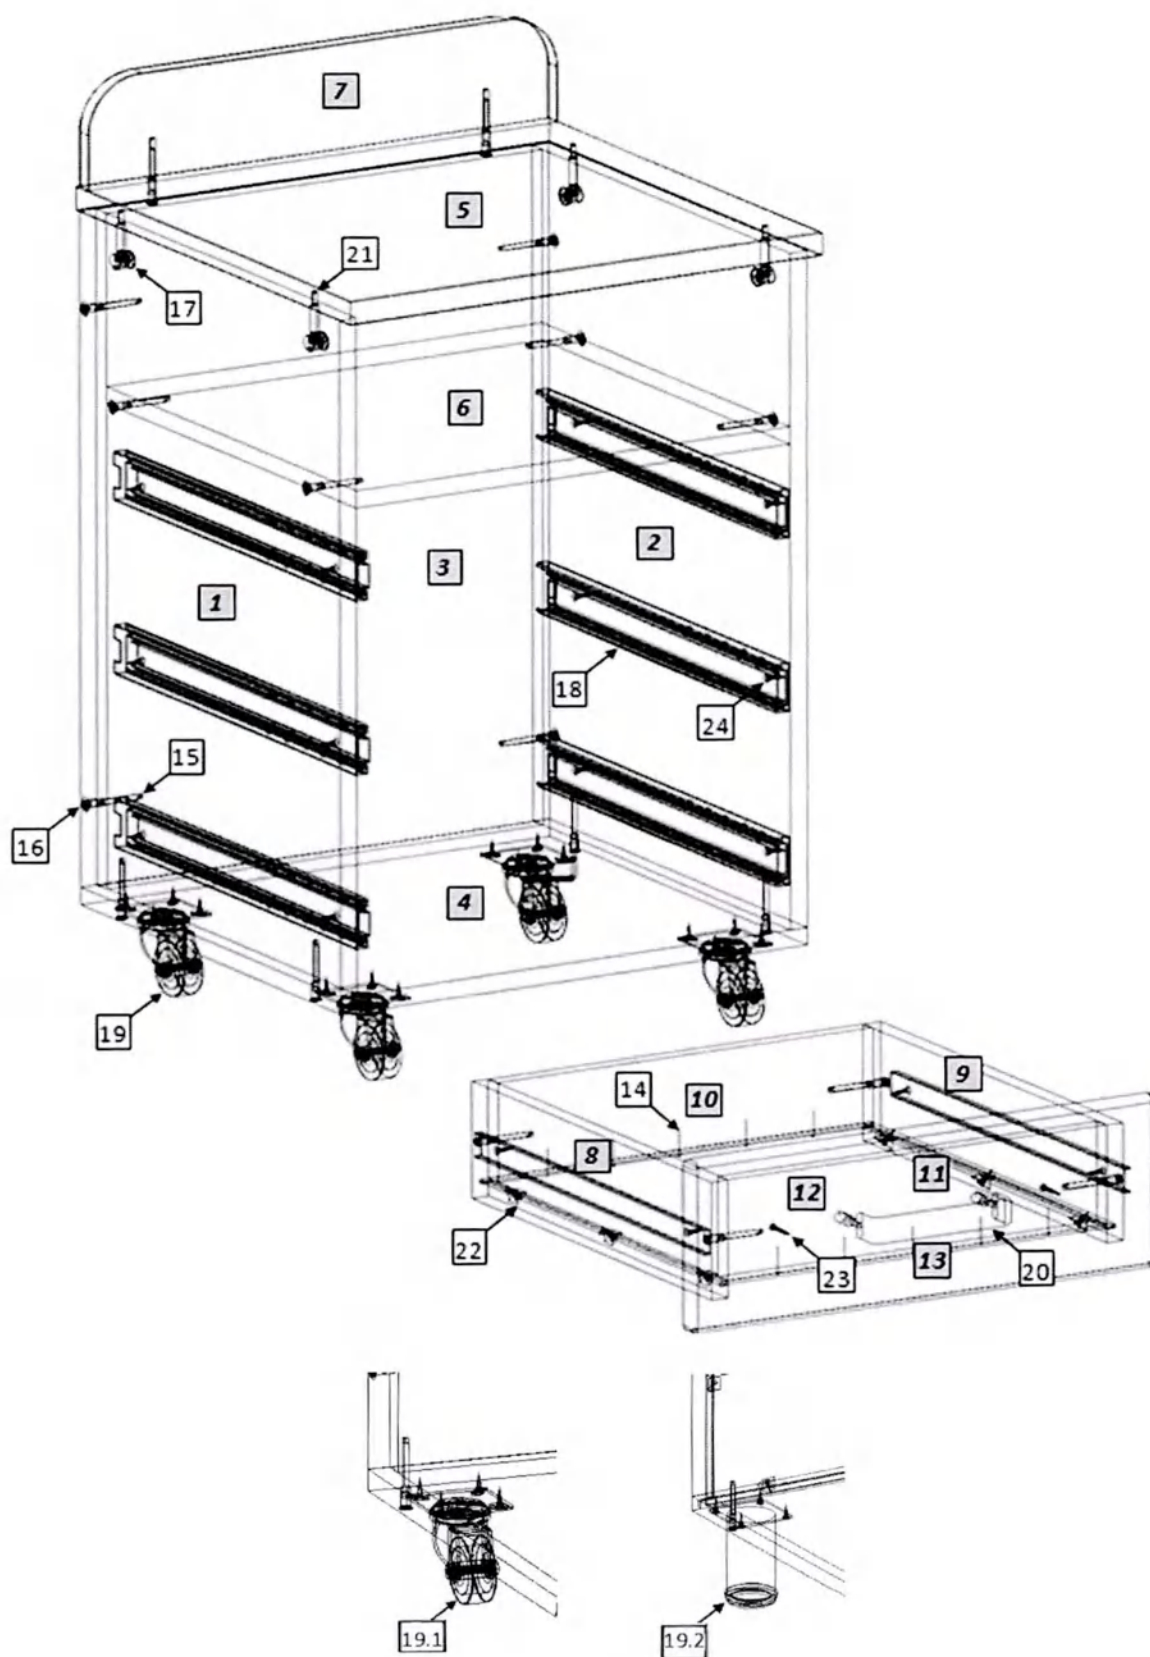

Рис.1
1. Внимательно ознакомьтесь со схемой сборки, изображённой на рис.1, сверяясь со спецификацией на изделие. Согласно схеме и спецификации определите расположение деталей в изделии и порядок их сборки. Сборка производится на ровном полу, укрытом материалом, предотвращающим повреждение покрытия пола и деталей мебели. Подготовьте необходимые для сборки инструменты – плоскую и крестовую отвёртки, молоток, рулетку или линейку, шуруповёрт.
2. На боковых стенках тумбы (1,2) шурупами 4×16 (23) закрепите направляющие (17); установите цилиндрические части эксцентриковых стяжек (20) в предназначенные для них отверстия. На крышке (5) установите штоки эксцентриковых стяжек (20).
3. Евровинтами (14), как показано на рис. 1, соедините вертикальные ст. (1,2,3) с горизонтальными стенками (4,6). Установите крышку. Затяжка соединения производится путём поворота эксцентриков до упора в направлении стрелки, выштампованной на корпусе стяжки. На горизонтальной нижней стенке (4) шурупами 4×16 (23) закрепите опоры (18) (колесные опоры (18.1) или регулируемые опоры (18.2) по требованию).
4. Сборка ящиков. Евровинтами (14) соедините боковые стенки ящика (7,8) с задней (9) и передней (10) стенками. Дно ящика (11) установите в пазы и закрепите к задней и передней стенкам гвоздями (13), к боковой стенке – уголками (20). Шурупами 4×16 (23) закрепите узкие части направляющих (17). Шурупами 3.5×30 (22) закрепите фасад (12) к передней стенке ящика (10). Установите ручку (19). Установите собранные ящики в корпус тумбы.